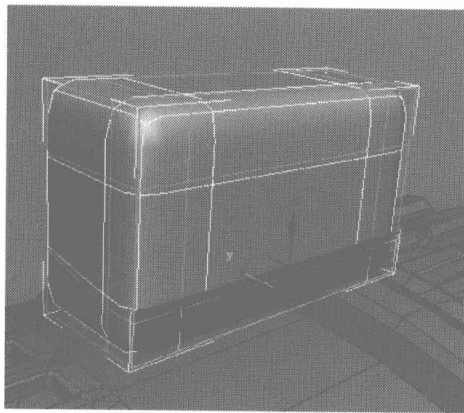
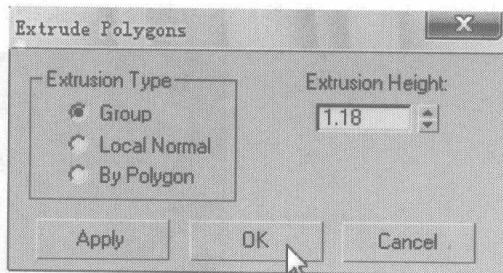

图 6.493
图 6.494
- 05 选择如图 6.493 所示的面，在 Edit Polygons 卷展栏中单击 **Extrude** 右侧的小按钮，在弹出的对话框中设置挤压参数，如图 6.494 所示。